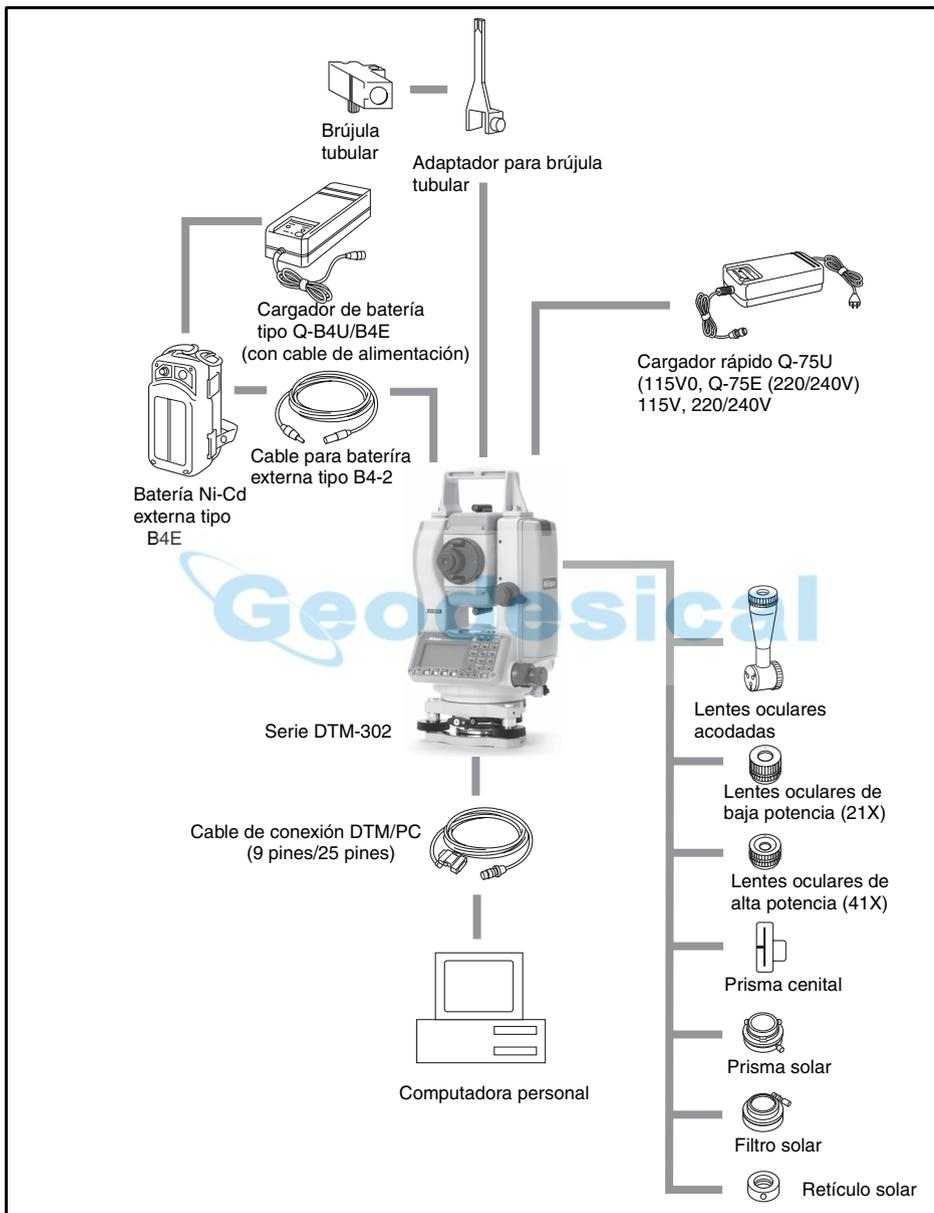

Figura 8.1 Lado de medición
**Precaución** – Excepto por la conexión que se muestra en la Figura 8.1 de la página 206, el uso de dicho conector correrá por cuenta y riesgo del usuario.